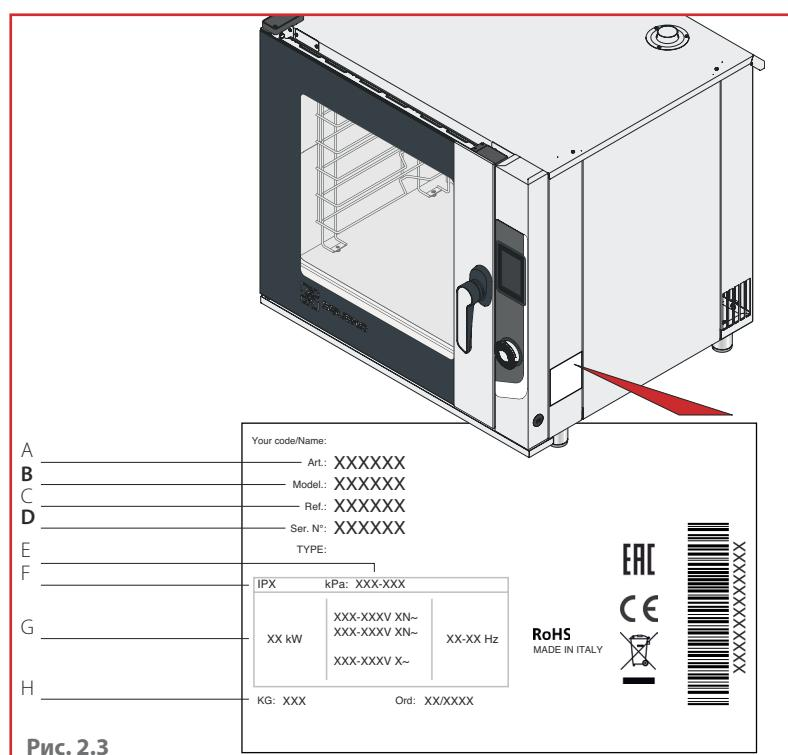

Рис. 2.3
- Перед установкой устройства, следует проверить соответствие систем нормам, действующим в стране использования, а также сведениям, приведенным на паспортной табличке ► Рис. 2.3 .
- определить данные устройства на табличке технических данных ► Рис. 2.3;
► Рис. 2.3